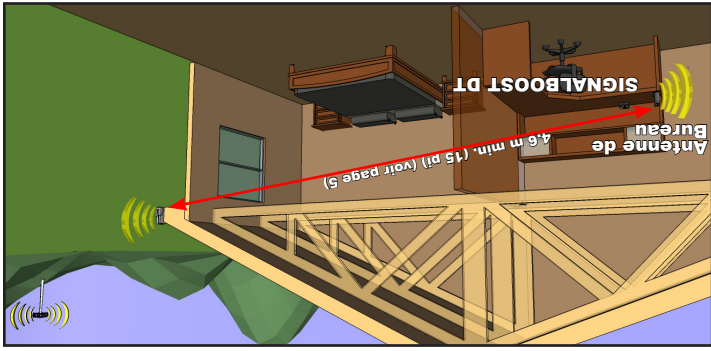

Figure 12
1. Assurez-vous que l'antenne de bureau et l'antenne extérieure du support universel sont séparées d'au moins 6 m (20 pi) horizontale (voir Figure 12). Si la configuration de votre antenne est différente, reportez-vous aux instructions sur la séparation spécifiques à votre antenne ou appelez le service de Soutien technique de Wilson au 866-294-1660 ou 435-673-5021.